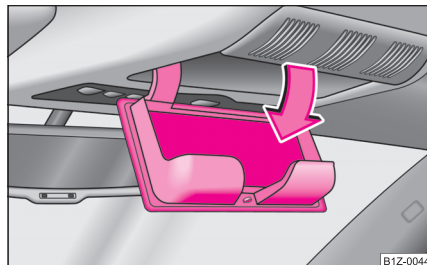

Fig. 71 Plafonul: Compartimentul pentru ochelari
- Apăsați capacul compartimentului, compartimentul se va deschide ⇒ fig. 71.